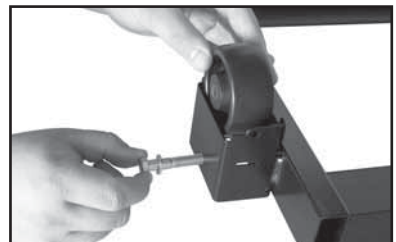

Figura 6
2. Deslice el manguito de eje **Q** dentro de la rueda **K**. Posicione la rueda con el manguito de eje dentro del alojamiento de la rueda, alineando el orificio del eje con el refuerzo roscado en la placa de respaldo. Figura 6.
3. Instale la arandela de seguridad de 3/8" **B** en el perno del eje **P** y deslice el perno del eje dentro del orificio del eje en el alojamiento, a través del manguito de eje y gire dentro del orificio roscado en la placa de respaldo. Apriete con una llave de tuerca de 5/8". NO SOBREPRIETE. Figura 6.